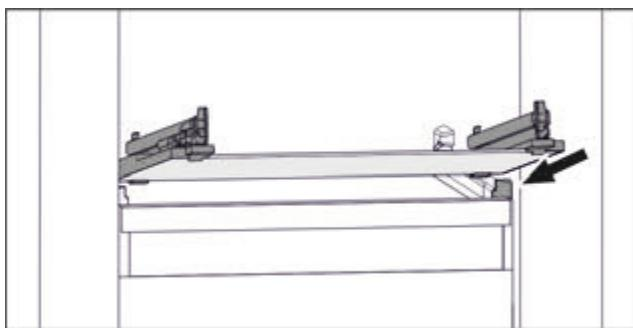

Fig. 89 Приближене відображення скляної пластини
- Встановити скляну пластину за стопорами навскоси. (див. Fig. 89)